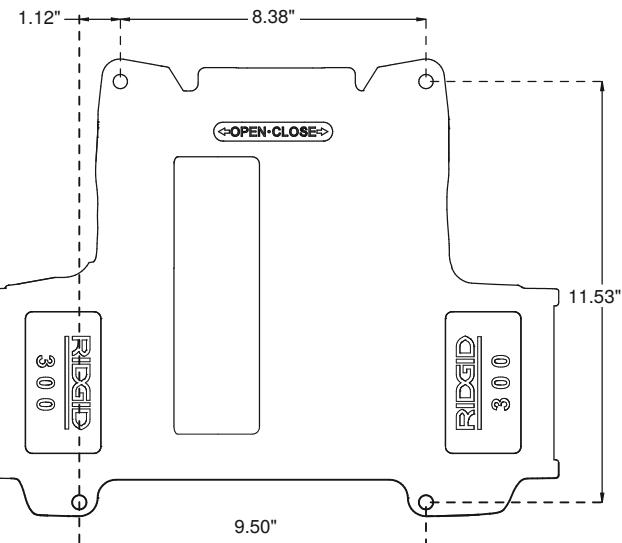

Figur 5 – Justering af bakkestøtte
- b. Løsn stilleskruen på den bageste bakkeholder (se *Figur 5*).